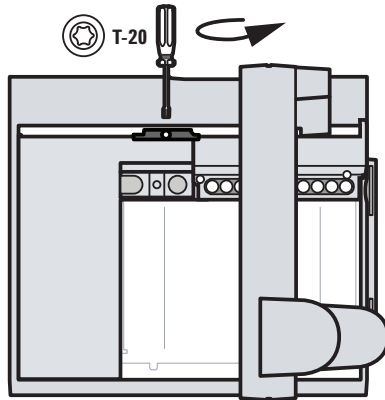

Figure 8 Retrait de la vis T-20 du dispositif de blocage
- 5 Au moyen d'un tournevis Torx T-20, retirez la vis T-20 du dispositif de blocage (Figure 8).